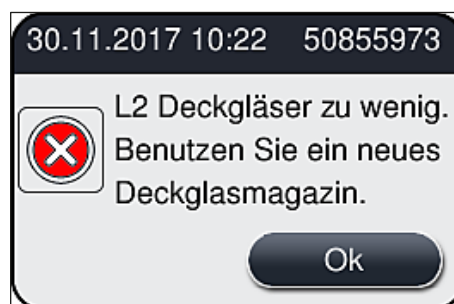

Abb. 54
- Ist ein Verbrauchsmaterial aufgebraucht, wird dem Benutzer eine entsprechende Warnmeldung angezeigt, zum Beispiel (→ Abb. 54).